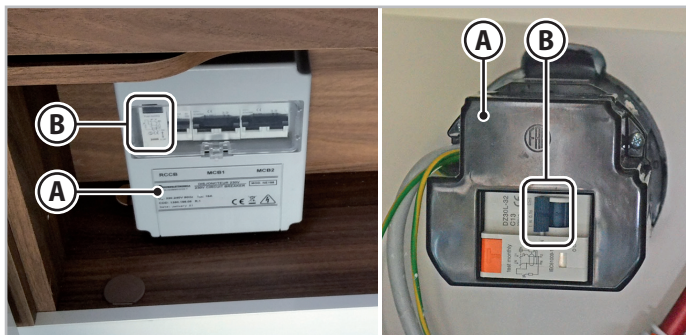

Fig. 6.32 - Strømpanel
Køretøjets 220 V (A - Fig.6.32) strømpanel er beskyttet af en topolet termomagnetisk fejlstrømsafbryder (B - Fig.6.32). Stikkontakten er udstyret med den tredje jordforbindelsespol som krævet i de gældende bestemmelser.
1. Tryk fejlstrømsafbryderens knapper (B - Fig.6.32) nedad.
5. Skub fejlstrømsafbryderens knapper (B - Fig.6.32) opad.
1. Tryk fejlstrømsafbrydere-ns knapper (**B** - Fig.6.32) nedad.
5. Skub fejlstrømsafbrydere-ns knapper (**B** - Fig.6.32) opad.